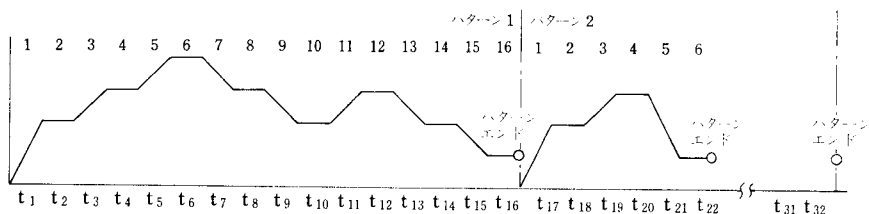
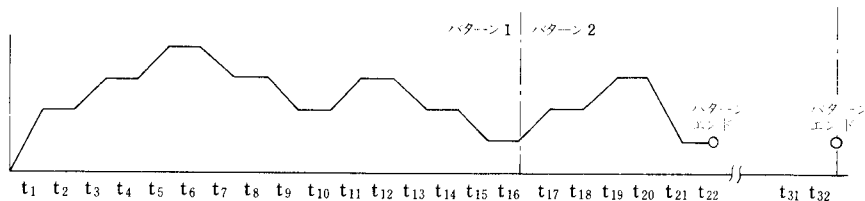
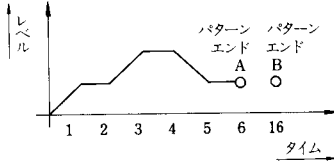
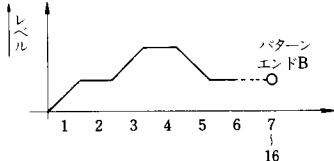

図4-2 パターンエンドの解除前
図4-3 パターンエンドの解除後
図4-4
図4-5
例えば、図4-2のパターン1のパターンエンドを解除すると、図4-3の様にパターン1とパターン2が接続されます。図4-3では22セグメントのパターンが作られたことになります。
例えば、図4-2パターン2のセグメント1はレベル0からパターンがスタートしていますが、パターン接続をすると図4-3の様に前のパターンのエンドレベルからのスタートになります。
- ⑥ パターン接続では、図4-2の様に接続するパターンが16セグメントまで使われていることが1つの条件です。もし、図4-4の様にパターン1が6セグメントまでで、次のパターン2に接続したい場合には、図4-5の様にセグメントの7から16まで同レベル時間0を設定し、パターンエンドBを削除して下さい。
例えば、図4-3においてパターン1を実行した場合、パターンが接続されていますので必ずパターン2まで接続して実行します。そして、パターン1だけの実行はできなくなります。
例えば、図4-3においてパターン2のリピート回数が複数回に設定してある時、パターン2から実行させると、パターン2だけを設定回数だけ繰り返します。その際パターン2にパターン3が接続されているならば、パターン2とパターン3をパターン2のリピート回数設定値だけ繰り返して実行します。
例えば、図4-3においてパターン1のリピート回数設定値に10回、パターン2のリピート回数設定値に20回を設定した時に、パターン1を実行すると、10回だけパターン1とパターン2の接続パタ
例えば、図4-3においてパターン1の制御周期設定値に20秒、パターン2の制御周期設定値に30秒を設定した時に、パターン1を実行すると、パターン1が終わるまでは制御周期が20秒、パターン2からは制御周期30秒で制御されます。